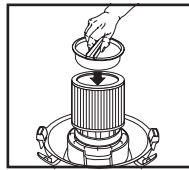

FIGURA 13
19. Coloque el retenedor del filtro dentro de la parte superior del filtro de cartucho. **FIGURA 13.**